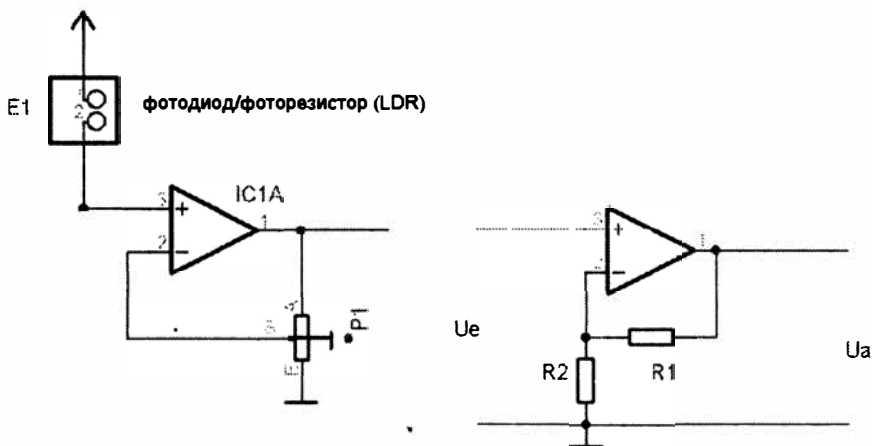

Рис. 10.11
2. Потенциометр P1 находится в среднем по схеме положении (рис. 10.11, слева). Усиление ОУ определяется из выражения: $U_a/U_e = 1 + (R1/R2)$ (см. рис. 10.11, справа). Поскольку R1 и R2 в среднем положении одинаковы, то коэффициент усиления схемы с ОУ будет равен 2. Если потенциометр P1 будет находиться в интервале от крайнего верхнего положения до среднего, то коэффициент усиления составит значения от 1 до 2.